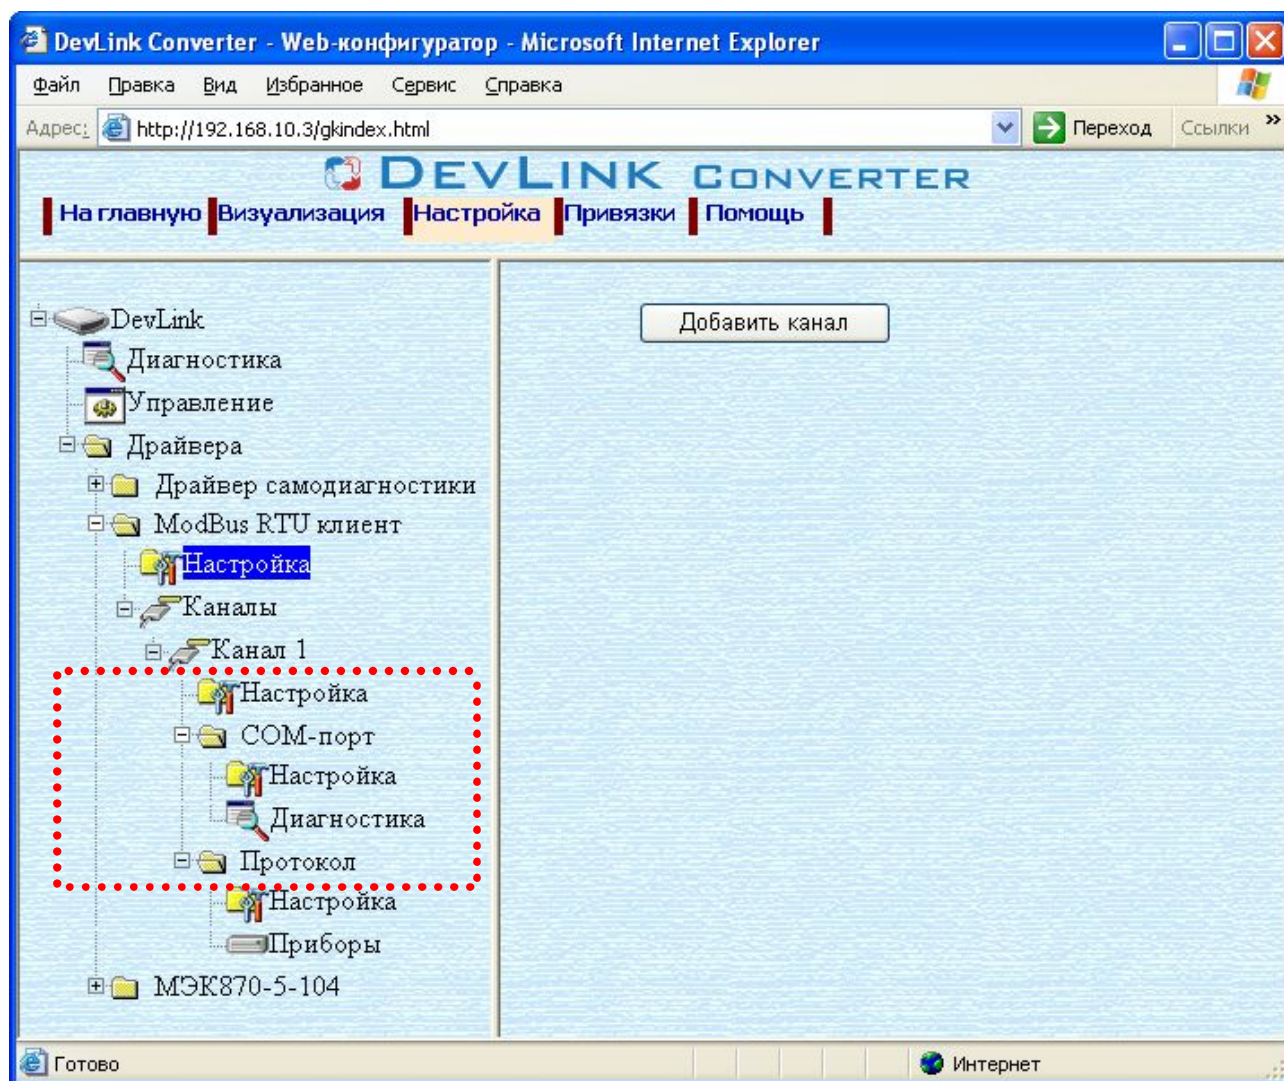

Рисунок 3.3 – Поддерево нового канала драйвера
- Нажмите на кнопку «Добавить канал». В результате будет произведено добавление канала. Дерево объектов будет обновлено. Папка «Каналы» драйвера должна содержать поддерево, относящееся к новому каналу (рисунок 3.3).